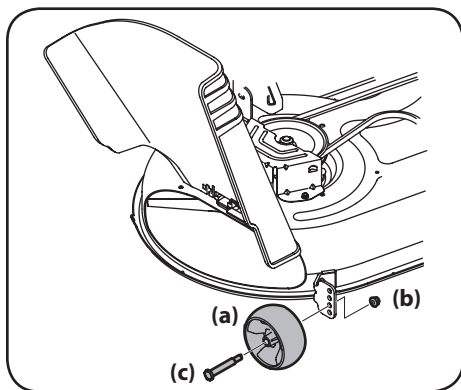

Figura 2-11
- b. Retire las ruedas de calibración delanteras y traseras (a) retirando las tuercas de sujeción (b) y los tornillos con reborde (c) que las sujetan a la plataforma. Consulte la Figura 2-11.